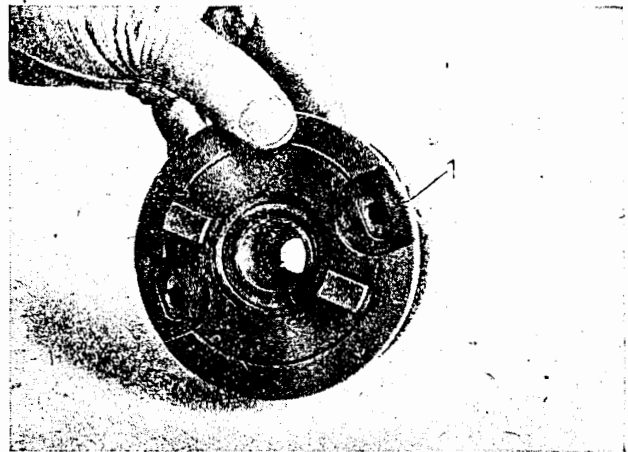

Bild M 198. Lage der Nut zu den Kerben (1) überprüfen
4. Lage der Nut zu den Kerben am Mitnehmerflansch überprüfen (Bild M 198).